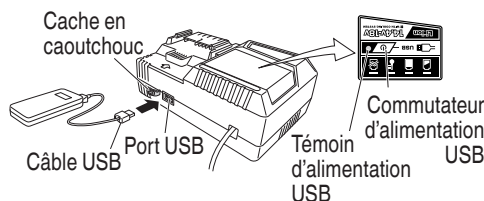

Fig. 8
- (2) Mettez le commutateur d'alimentation USB sur marche (Fig. 8)
- (3) Connectez le câble USB. (Fig. 8) Tirez sur le cache en caoutchouc et branchez fermement un câble USB disponible dans le commerce (compatible avec le dispositif à recharger) dans le port USB.
- (4) Lorsque la charge est terminée
- Mettez le commutateur d'alimentation USB sur arrêt et débranchez le câble d'alimentation de la prise électrique. (Fig. 8)